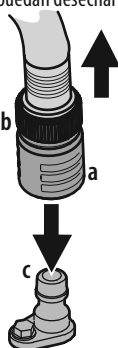

Figura 31
3. Tire del collarín de ajuste (a) del adaptador del pico (b) hacia atrás y empuje el adaptador del pico sobre el pico de lavado de la plataforma (c). Suelte el collarín de ajuste para trabar el adaptador del pico en el pico de lavado de la plataforma. Consulte la Figura 31.